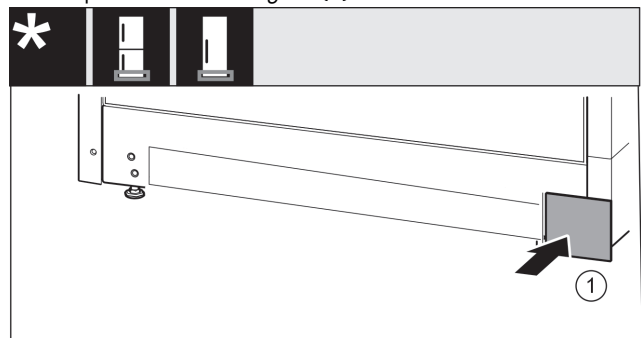

Fig. 17
- ▶ Sett på dekselet på den andre siden igjen. *Fig. 17 (1)*